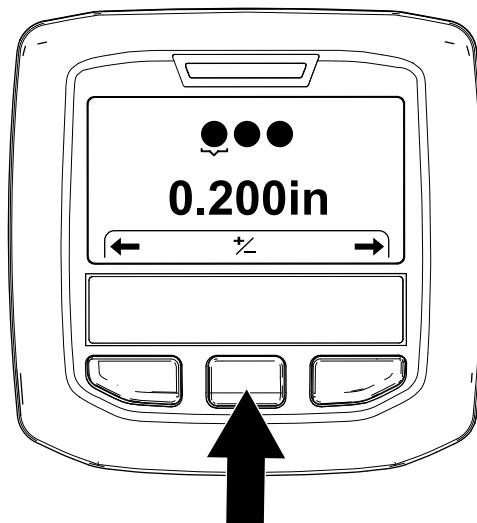

Figura 58
- Premete il tasto destro dell'InfoCenter fino a quando non viene visualizzata la schermata Impostazione del diametro delle fustelle (Figura 58).